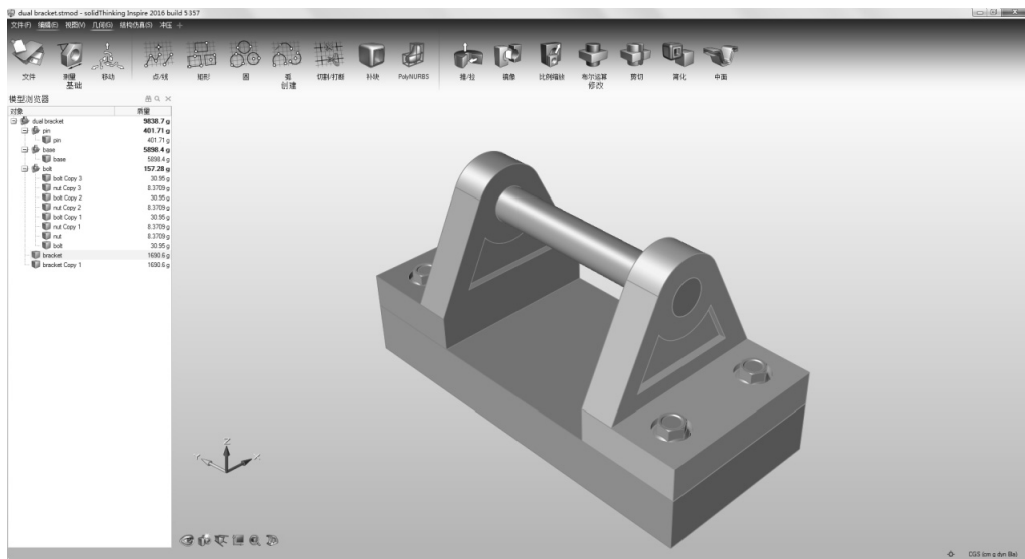

图 2-9
4) 视图控制位于模型视窗的左下角。单击模型视窗左下角的图标 ，或者按〈F〉键使整个模型适应视图。如果选中的是零件而不是整个模型，单击该图标将以所选零件为中心进行自适应缩放。此时，再次单击该图标将放缩恢复到整个模型。尝试选中不同的零件，再重复按〈F〉键，以观察所得效果，如图 2-9 所示。